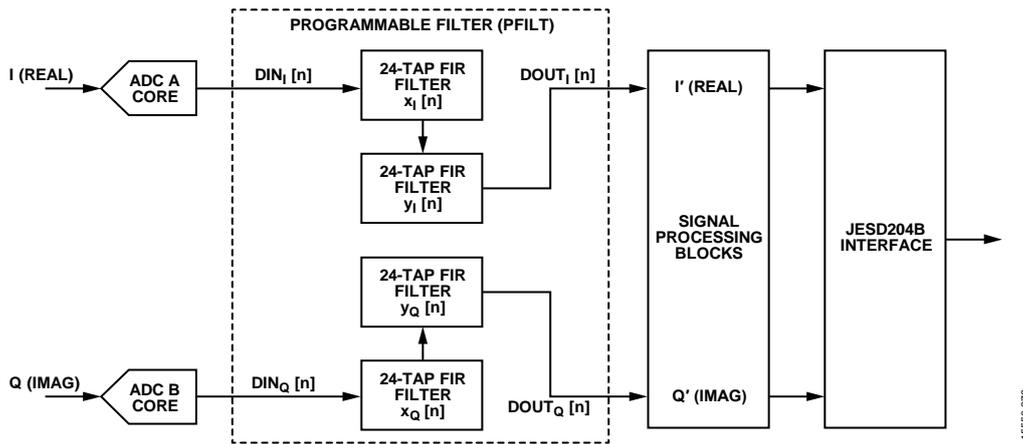

図 106. 24 タップ実数フィルタ 2 個の直列接続構成
- 各 I/Q チャンネル用に直列接続した 24 タップ実数フィルタ 2 個のセット (図 106 参照)